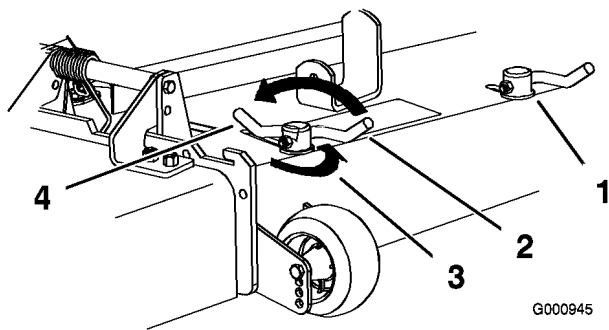

Figure 22
- Pour régler les verrous à came, soulevez le levier pour desserrer le verrou (Figure 22).
- Repoussez le levier à sa position d'origine pour serrer le déflecteur et les verrous (Figure 22).